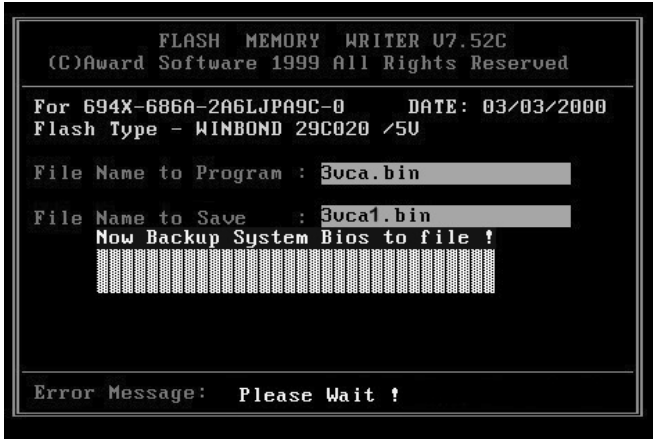

图 10-29 保存旧 BIOS 的界面
⑤如果需要保存，就按【Y】键，然后会在对话框内提示“File Name to Save”，在对话框内输入路径和需要保存的 BIOS 文件名（默认路径是启动盘所在盘符）。在对话框内输入路径和需要保存的 BIOS 文件名并按【Enter】键后，会出现旧的 BIOS 保存进度条，如图 10-29 所示。